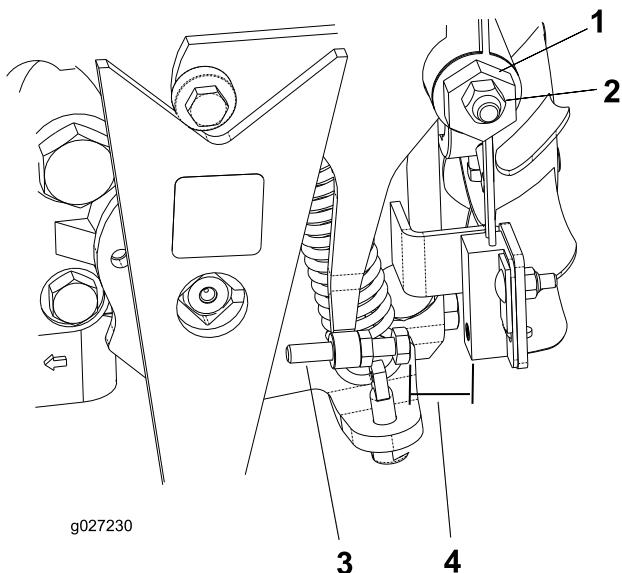

図 37
4. トラクション調整カムのロックナットをゆるめる(図 37)。
5. エンジンを始動し、カム(図 37)を左右に回してニュートラル位置の中心に合わせる。
3. ねじを回して、すき間を 0.8-2.3 mm に調整する(図 37)。